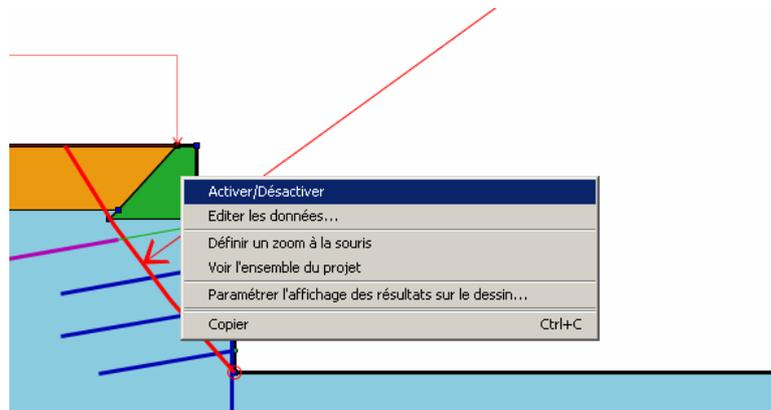

Figure 10 : exemple de menu contextuel (mode phasage, clic droit sur une couche de sol)
- à toute autre option particulièrement pertinente en fonction de la position de la souris ou de l'élément sélectionné. Par exemple sur la Figure 10, il est possible d'accéder au paramétrage des résultats sur le dessin, car il s'agit du mode Phasage/Calculs, après calcul.